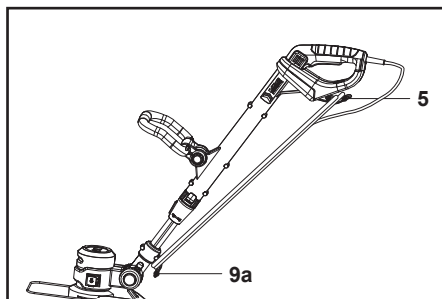

Fig. 30
- Înfășoară cablul de alimentare (3) sau cablul prelungitor pe cele două suporturi (5, 9a) și fixează-l cu o clemă adecvată (fig. 30).